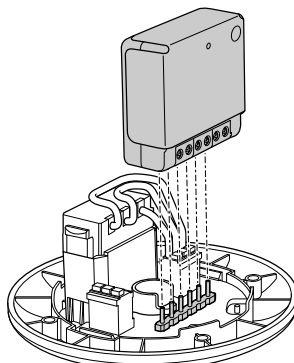

Figure 1
- 2 Insérer le module dans son DCL, voir **figure 1**.